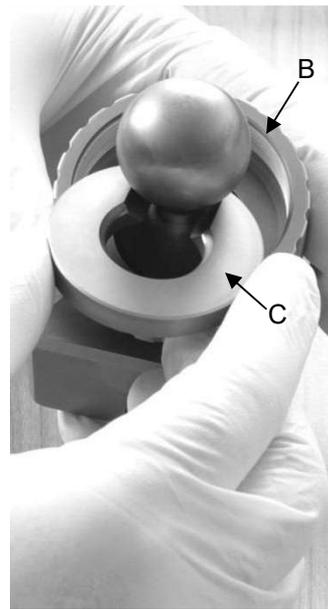
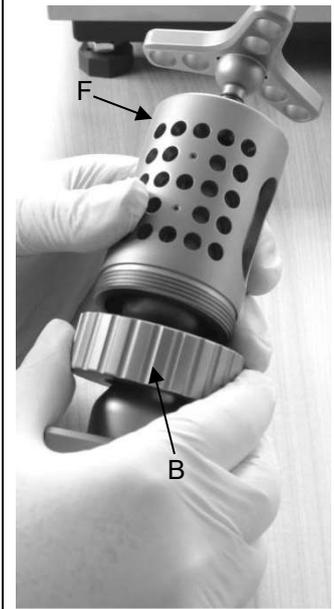

Abb. 9
Abb. 10
Die Überwurfmutter (B) über die Kugel der Halteklau (A) schieben, die Scheibe (C) mit ihrer Aussparung um den Kugelhals schieben, sodass sie auf dem inneren Boden der Überwurfmutter (B) zum Liegen kommt (Abb. 9). Die kleine Fassung der Scheibe zeigt Richtung Kugel. Danach die 3-teilige Baugruppe mit der Überwurfmutter (B) auf den Spannzylinder (F) schrauben (Abb. 10).